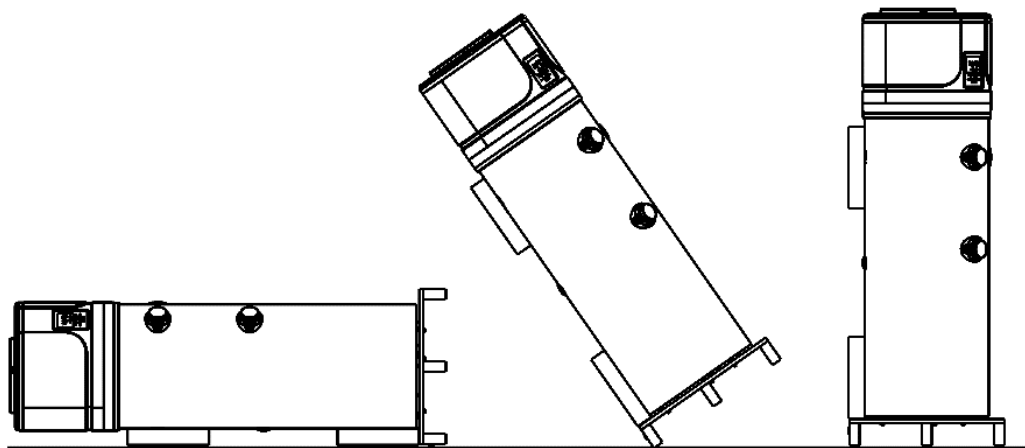

Fig. 2a;
Siga estes passos para instalar os três pés de suporte (Fig. 2a):
- Coloque o dispositivo na posição horizontal, como mostrado na Fig. 2a;